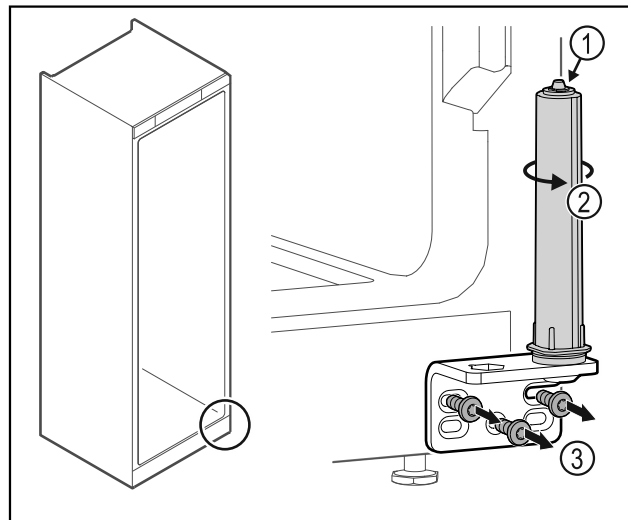

Fig. 39
- Mos e zbërtheni sistemin e mbylljes së derës Fig. 39 (1).
- Rrotulloni sistemin e mbylljes Fig. 39 (2) derisa të kërcasë.
- Lironi vidat e profilit të menteshës Fig. 39 (3).